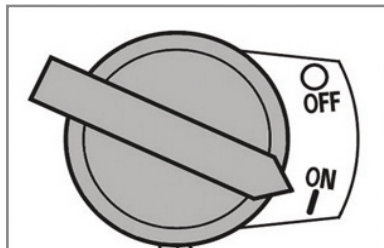

Рис. 11 Выключатель зажигания
5. Выключатель зажигания установите в положение ON (Включено) (Рис. 11).
3. Переведите выключатель в положение OFF (Выключено) (Рис. 11).